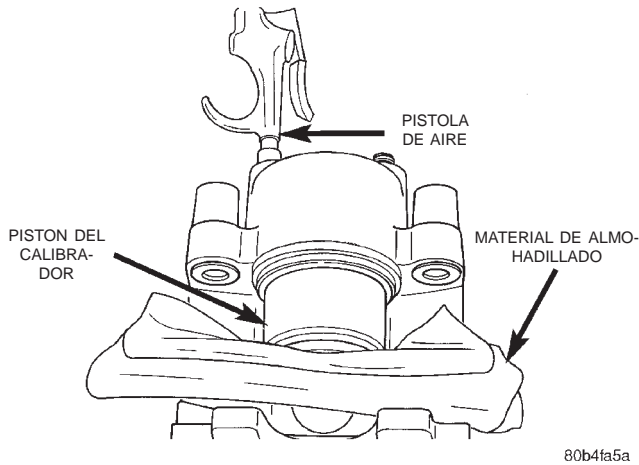

Fig. 73 Desmontaje del pistón del calibrador
(3) Para retirar el pistón del calibrador dirija **ráfagas breves de aire de baja presión**, empleando una pistola de aire, a través del orificio de la manguera del calibrador de freno (Fig. 73). Utilice únicamente la presión de aire suficiente como para extraer el pistón.